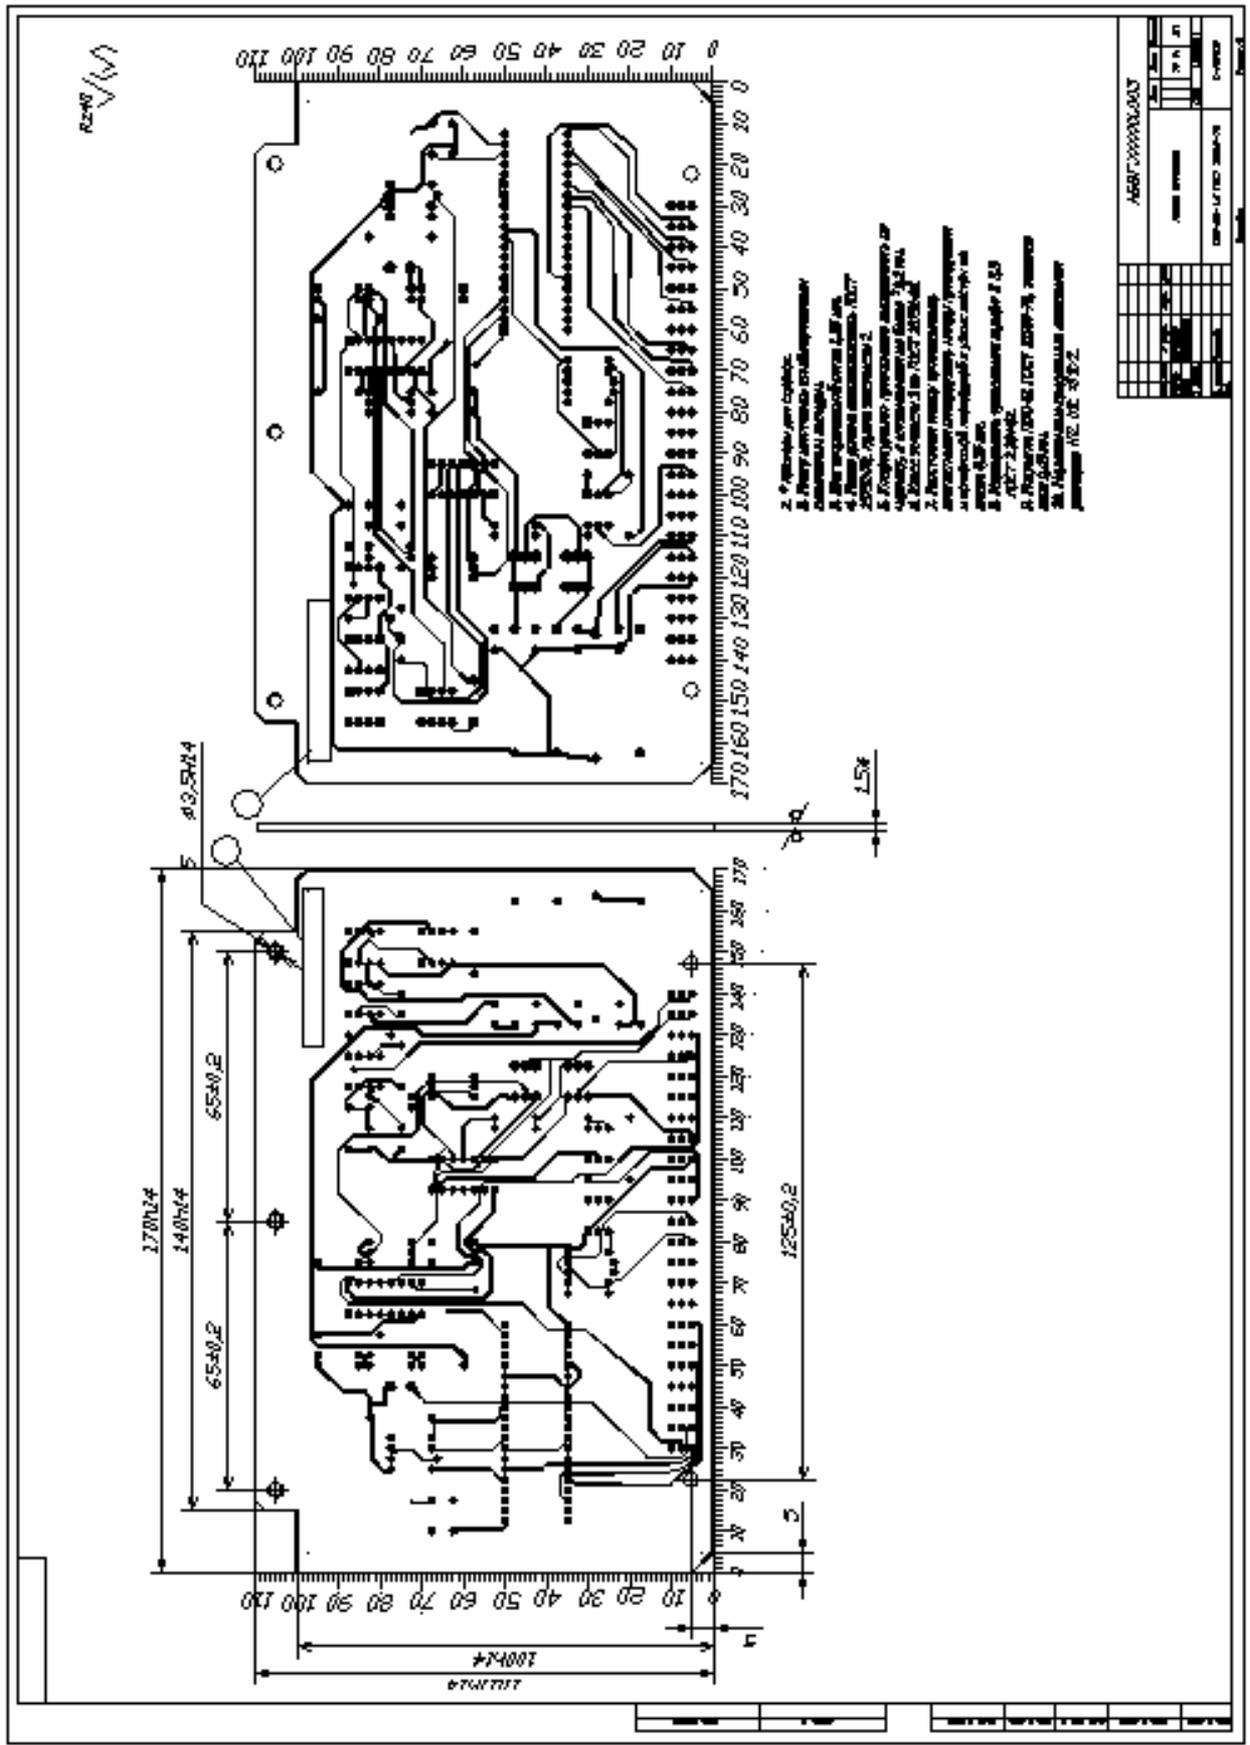

Рис. 9.14
Мы рассмотрели основные функции и приемы работы в среде САПР AutoCAD 2000, позволяющие, располагая графическими данными, импортированными из Altium Designer 6, как и из других “электронных” САПР, выпустить два графических конструкторских документа по ЕСКД – чертеж печатной платы по ГОСТ 2.417-91 и сборочный чертеж функционального узла по ГОСТ 2.109-73. Приведем теперь сводку операций, последовательное выполнение которых позволяет получить этот результат (рис. 9.14, 9.15).
14. Вычертить чертежи на плоттере или напечатать на принтере. Каждый лист распечатывается по команде File>>Plot. Конечный результат этой работы показан на рис. 9.14 и 9.15.